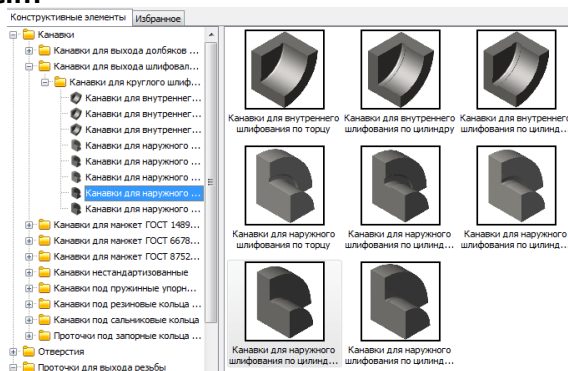

Рис. 20
10.3 Двойным щелчком выбрать папку **Канавки/ Канавки для выхода шлифовального круга ГОСТ8820-69/ Канавки для круглого шлифования/ Канавки для наружного шлифования по цилиндру исп 1** (см. рис. 20).